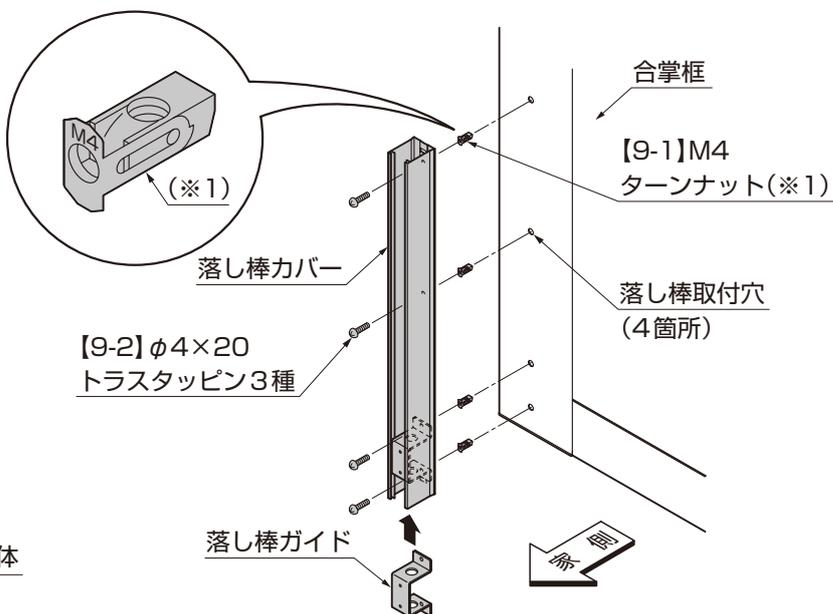

図 16-2
- ②合掌框の(目)で加工した穴に【9-1】(※1)を差込んでください。(図16-2参照)